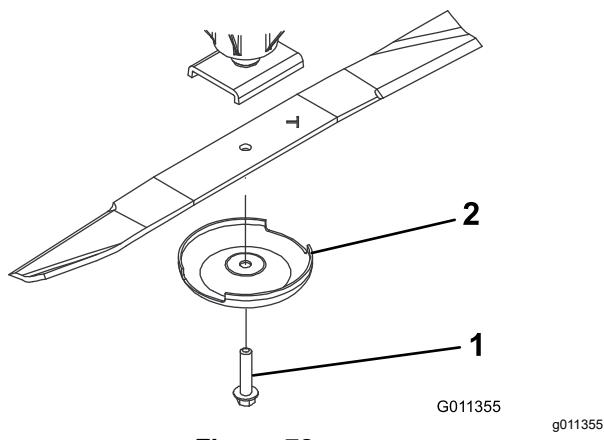

Figure 72
3. Enlevez le boulon, la coupelle de protection et la lame de l'axe de pivot (Figure 72).